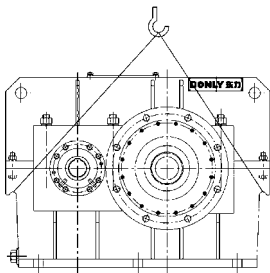

图1 起吊示意图
- 起吊时注意起吊位置, 按照图 1 平稳起吊, 并注意轻吊轻放。